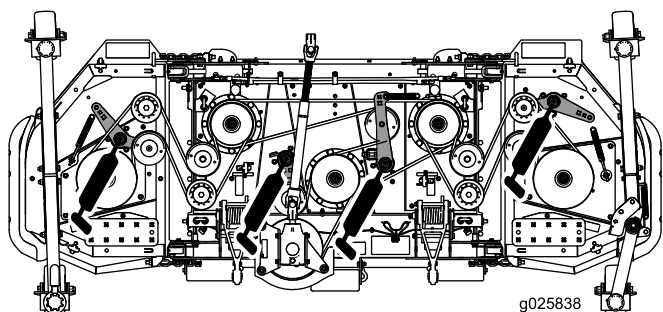

Figura 13
- Perni del braccio di rinvio (4) (Figura 13)